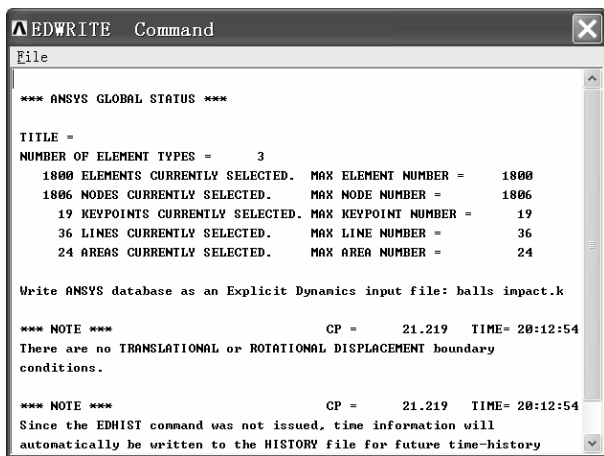
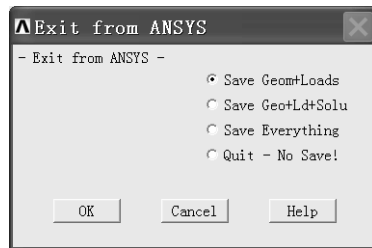

图 4-91 “EDWRITE Command” 窗口
图 4-92 “Exit from ANSYS” 窗口
(4) 单击“Input files to be Written for LS-DYNA”窗口中的“OK”按钮, 弹出“EDWRITE Command”窗口(见图 4-91)。
(5) 单击“EDWRITE Command”窗口右上角的叉号关闭该窗口。
(6) 单击操作界面右上角的叉号关闭整个操作界面, 弹出“Exit from ANSYS”窗口(见图 4-92)。